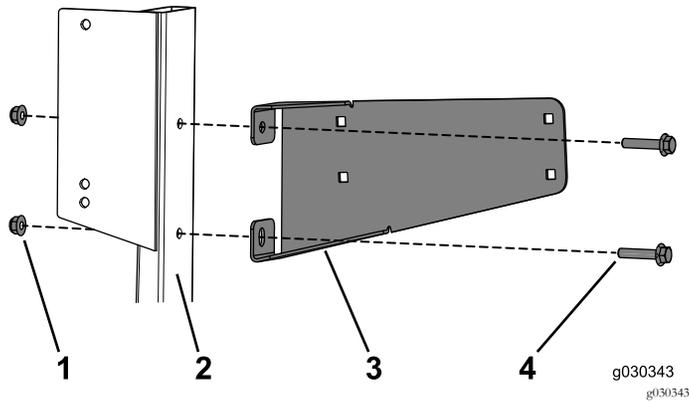

Figura 25
1. Fije el soporte del depósito al soporte del tubo en el compartimento del motor usando 2 pernos con arandela prensada (5/16" x 1½") y 2 tuercas con arandela prensada (Figura 25).